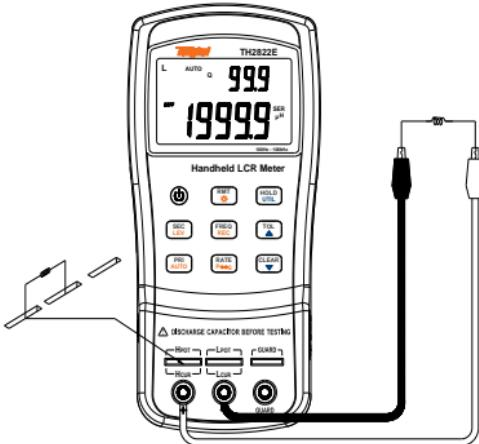
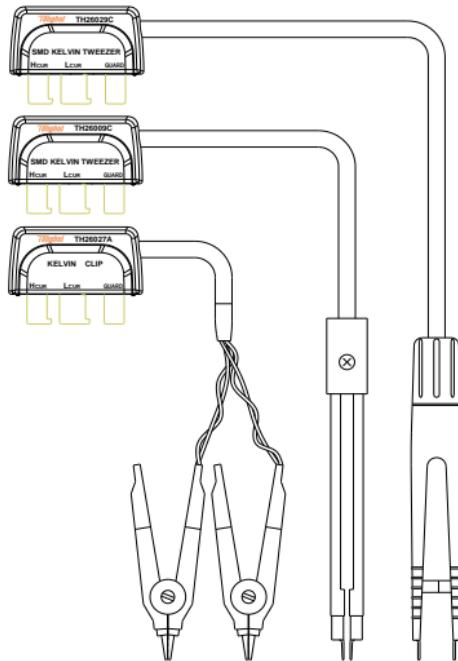
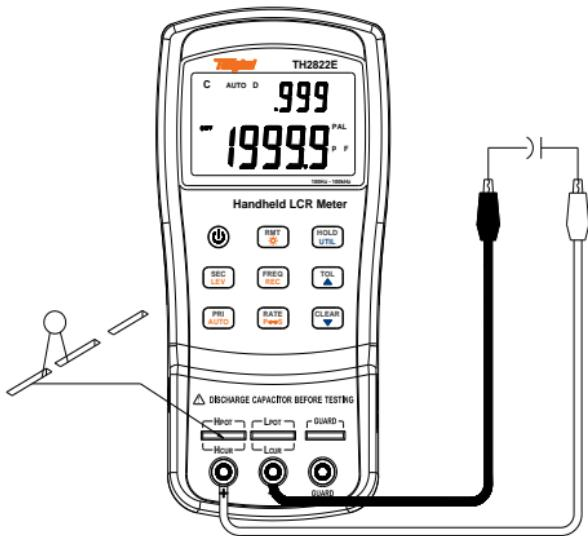
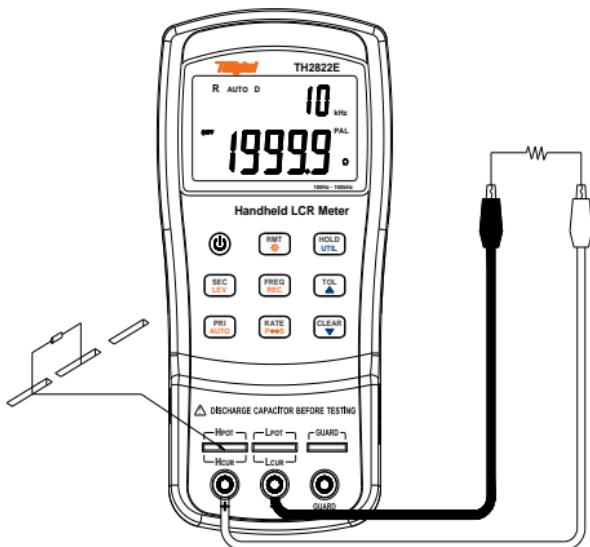

图12- 电感测量
图13 – 四端测试附件
图 14- 电容测量
图 15- 电阻测量
3. 将电感插入测试槽，或选用合适的测试附件（橡胶插头-鄂鱼夹，测试夹或SMD测试钳等）接入被测电感。如图12，图13为可选用的四端测试附件。
3. 将电容插入测试槽，或选用合适的测试附件（橡胶插头-鄂鱼夹，测试夹或SMD测试钳等）接入被测电容。如图14，图13为可选用的四端测试附件。
3. 将电阻插入测试槽，或选用合适的测试附件（橡胶插头-鄂鱼夹，测试夹或SMD测试钳等）接入被测电感。如图15，图13为可选用的四端测试附件。
3. 将阻抗元件（电阻，电容，电感）插入测试槽，或选用合适的测试附件（橡胶插头-鄂鱼夹，测试夹或SMD测试钳等，如图13）接入被测件。
3. 将阻性元件插入测试槽，或选用合适的测试附件（橡胶插头-鄂鱼夹，测试夹或SMD测试钳等，如图13）接入被测件。